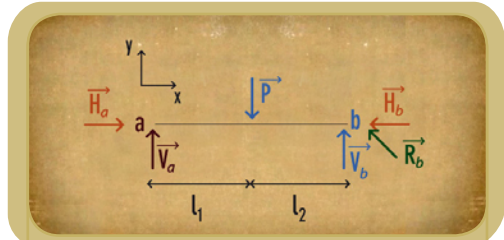

Figura 15. Diagrama de sólido libre
a. Dibujamos el diagrama de sólido libre (figura 15)